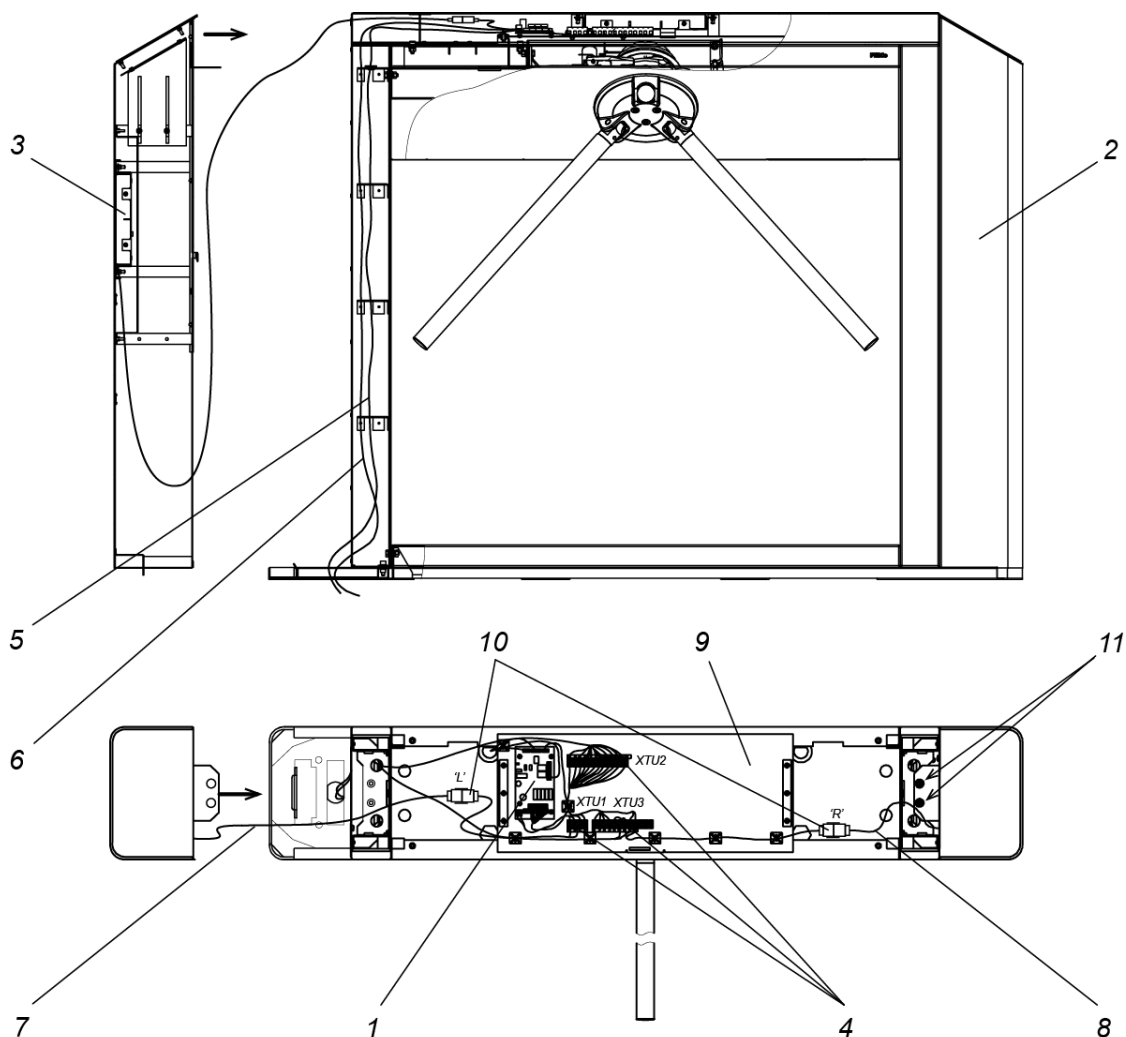

Рисунок 15. Схема прокладки кабелей в стойке турникета
3. При необходимости прокладки кабелей под поверхностью пола подготовьте в полу кабельный канал, подходящий к зоне ввода этих кабелей в стойку турникета. Прокладка кабелей внутри стойки показана на рис. 15.
5. Распакуйте основную стойку турникета (ящик №1). Снимите крышку турникета (2), порядок снятия описан в разд. 6.
7. Подключите кабель (9) от ИП к выносной клеммной колодке **XTU1** согласно схеме подключения.
8. При необходимости произведите установку платы внешнего контроллера СКУД внутри стойки турникета на кронштейне (9, рис.15) и подключите его к плате управления CLB (см. разд.8.4).
9. Подключите кабель ПДУ (10) или приемник РУ к выносной клеммной колодке **XTU2** (см. разд.8.4) или к внешнему контроллеру СКУД (см. РЭ на контроллер).
12. Распакуйте боковые модули (6, 13 или 17) (ящик №2) и боковые крышки (8) (упакованы отдельно).
- зафиксируйте боковой модуль при помощи двух винтов М5×12 с двумя шайбами каждый – пружинной и плоской увеличенной (см. позицию 11 на рис. 15), винты и шайбы входят в комплект поставки основной стойки турникета;
- присоедините разъем кабеля индикации от бокового модуля к соответствующему (правому «R» или левому «L») разъему кабеля индикации от основной стойки (10 на рис. 15).
17. Установите на место основную крышку турникета (2), см. разд. 6.